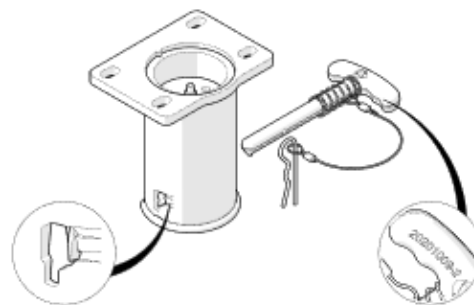

Figure 2
- Voor u vertrekt, controleert u steeds of de achterdeur goed vastgemaakt en vergrendeld is met de 2 springsloten (afbeelding 2)